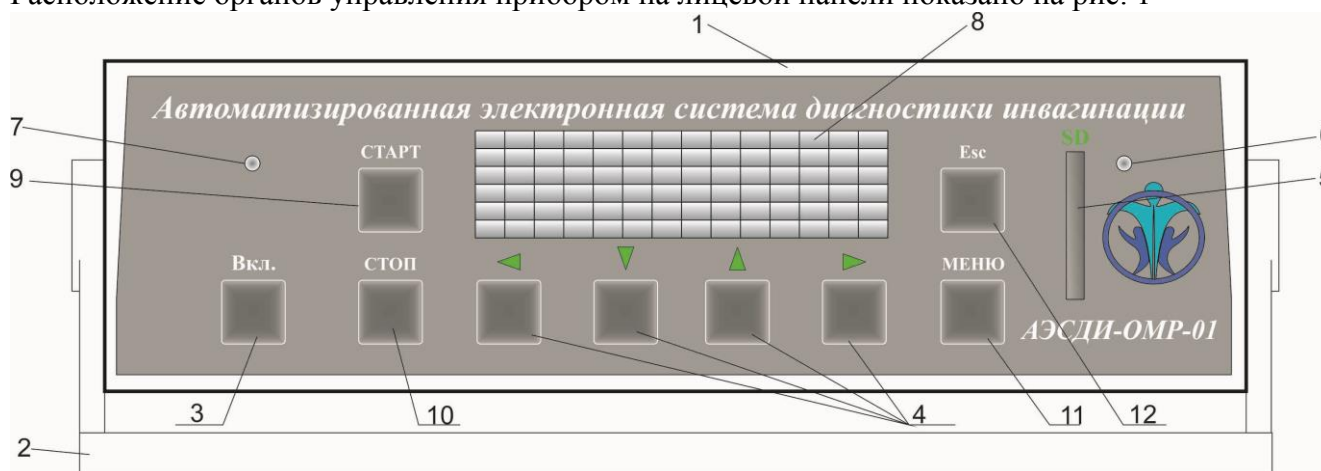
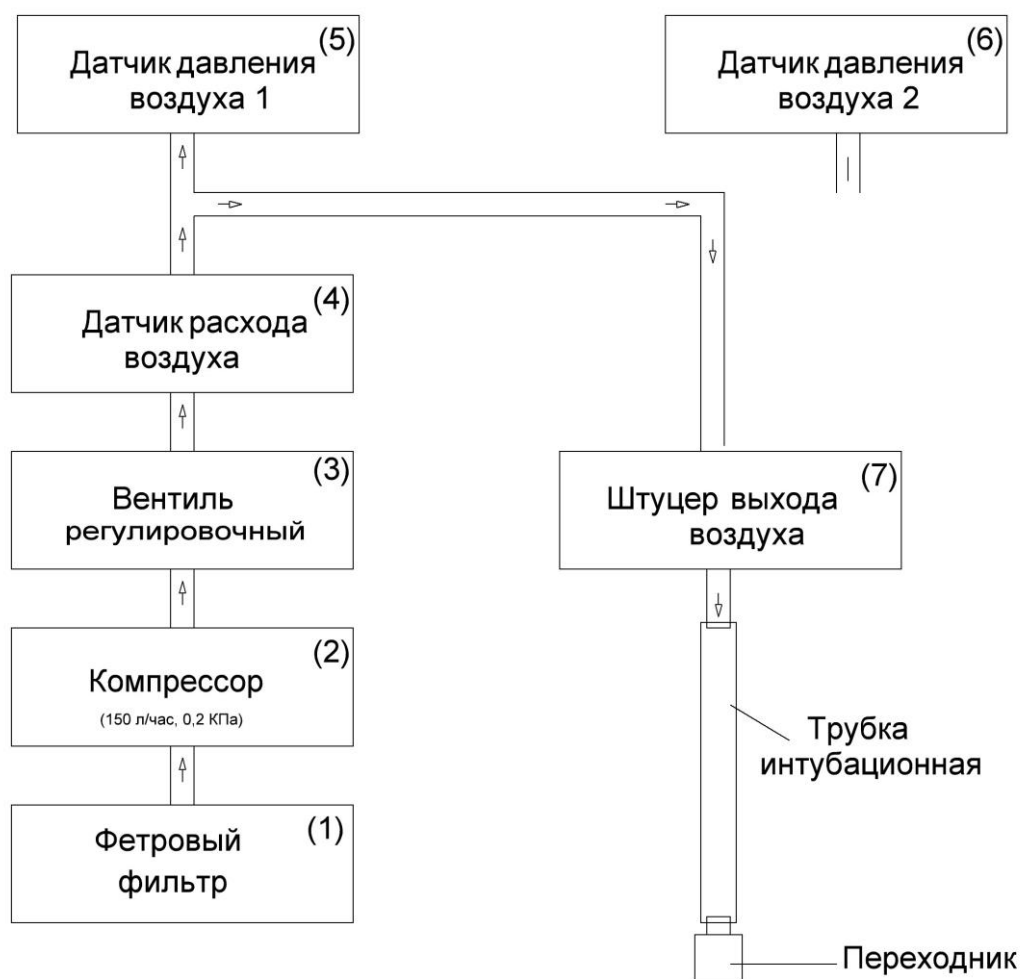

Рисунок 1. Лицевая панель прибора.
Рисунок 3. Общая пневматическая схема прибора.
Расположение органов управления прибором на лицевой панели показано на рис. 1
Дополнительные органы управления и подключения прибора к электропитающей сети переменного тока расположены на задней панели прибора и показаны на рис. 3.
После нажатия кнопки «Старт» (см. рис.1) производится автоматическая коррекция датчика давления воздуха (1) - см. рис. 3, включается компрессор (2), происходит рассчитанное по времени и регулируемое вентилем (3) наполнение замкнутой системы воздухом. При этом на индикатор 8 (см.рис.1) выводятся цифровые значения текущего давления в системе и объем закачанного воздуха, а также отображается график нарастания давления. Нагнетание воздуха прекращается по достижению заданных с клавиатуры параметров давления, или по достижению расчетных для автоматизированной процедуры диагностики/лечения данных. \*
Периодичность замены фильтрующего элемента 1 (см. рис.3), замена батареи питания производится при плановом или внеочередном техническом обслуживании прибора.